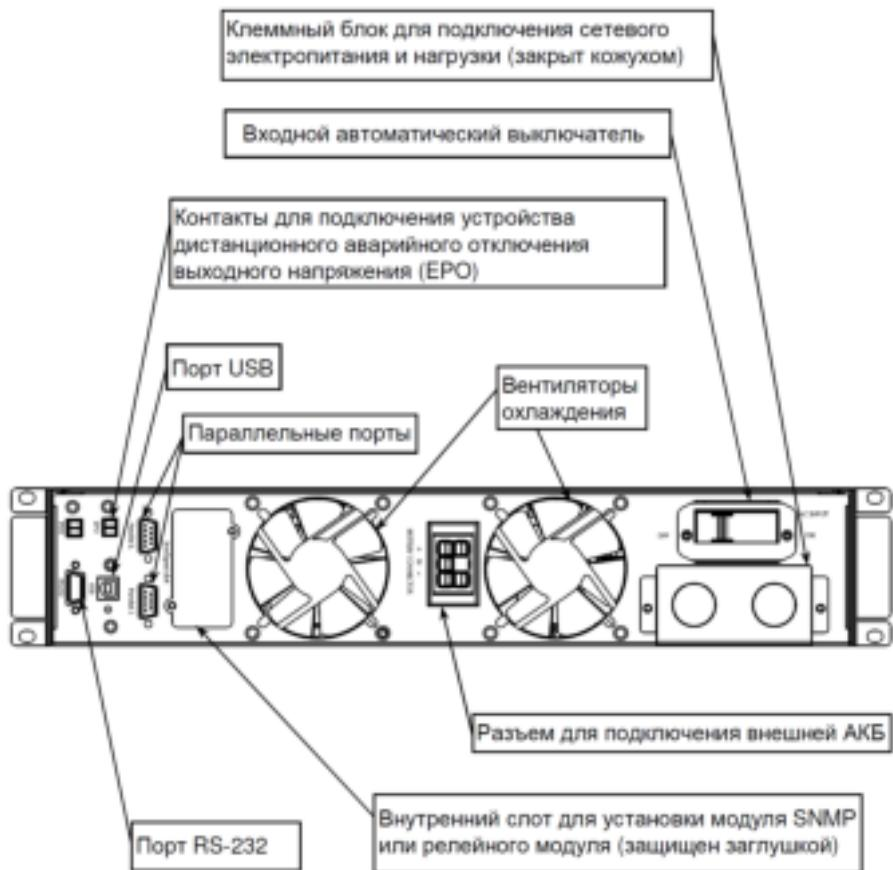
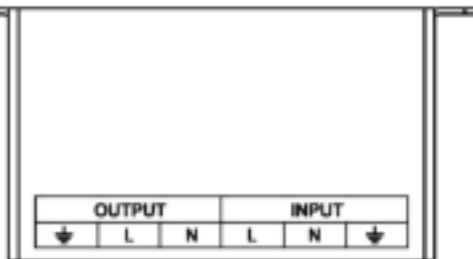

Рисунок 5 — Общий вид задней панели ИБП.
Рисунок 6 – Маркировка защитного кожуха
После монтажа ИБП в шкаф изделия необходимо выполнить подключение кабелей пользователя к изделию (см. рисунок 5). Подключение проводов к клеммному блоку ИБП следует выполнять в соответствии с маркировкой, нанесенной на стенку кожуха (см. рисунок 6) в следующей последовательности:
- подключение кабелей к клеммному блоку следует выполнять в соответствии с маркировкой, нанесенной на стенку кожуха клеммного блока ИБП (см. рисунок 6);
- Включите входной автоматический выключатель, расположенный на задней стенке корпуса ИБП (см. рисунок 5):
задней стенке корпуса ИБП (см. рисунок 5). Изделие отключит выходное напряжение и, через несколько секунд, индикатор «SKAT» погаснет.